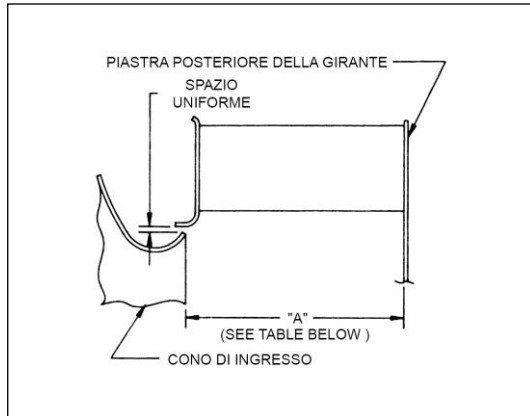

Figura 3
6. In caso di installazione di una nuova girante o di un nuovo cono, mantenere il corretto gioco fra girante e cono d'ingresso (vedere la Figura 3 per le dimensioni corrette della girante a larghezza piena) (Le dimensioni per giranti con larghezze inferiori saranno diverse)